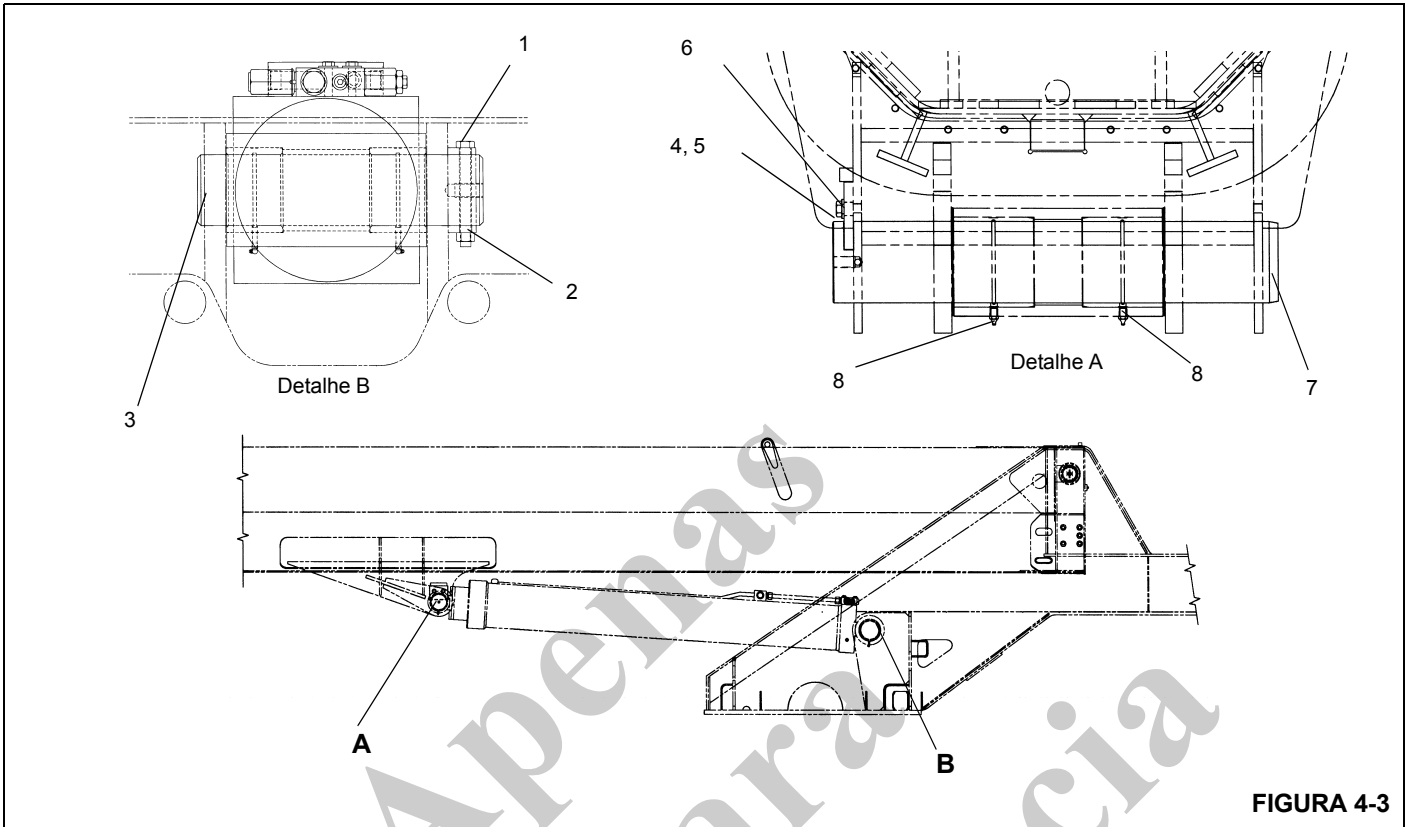

FIGURA 4-3
**NOTA:** Consulte a (Figura 4-3) para remoção e instalação do cilindro de elevação.